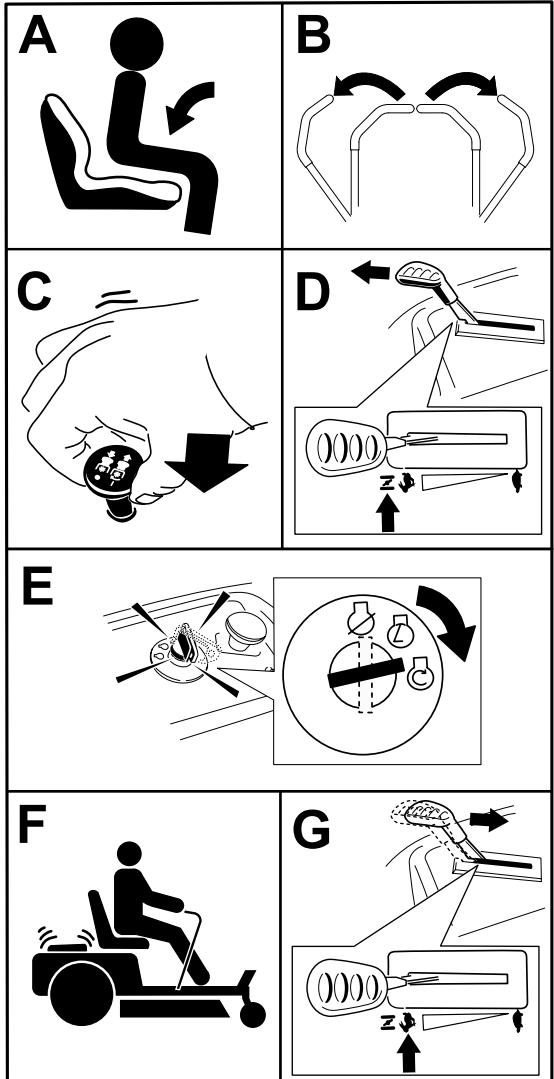

Figure 18
Remarque: Il peut être nécessaire de maintenir le levier contre la butée, en position starter, tout en essayant de démarrer le moteur (Figure 18).
1. Désengagez les lames en plaçant la commande des lames en position DÉSENGAGÉE (Figure 18).